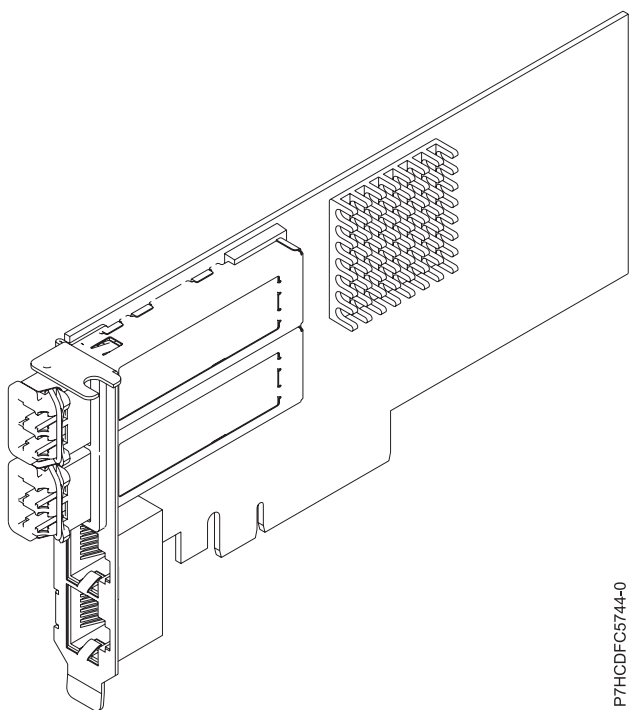

Figure 23. PCIe2 LP 2x10GbE SR 2x1GbE UTP
L'adaptateur PCIe2 LP 2x10GbE SR 2x1GbE UTP est une carte PCI Express extra-plate, de deuxième génération, 4 ports Ethernet à connexion unifiée avec une interface de bus hôte PCI Express 2.0. Cette carte est optimisée pour l'informatique en nuage, la virtualisation, le stockage et les autres applications de centre de données. Cette carte comporte deux ports Ethernet 10 gigabits et deux ports Ethernet 1 gigabit. Les deux ports émetteurs-récepteurs SR (single root) SFP+ (small form-factor pluggable) 10 gigabits sont utilisés pour la connexion avec les autres serveurs ou commutateurs du réseau. Chaque port SFP+ (SR) fournit une connectivité Ethernet avec un débit nominal de 10 Gbps (gigabits par seconde) et utilise des câbles twinax SFP+ en cuivre pouvant atteindre une longueur maximale de 5 mètres. Chaque port RJ45 fournit une connectivité Ethernet avec un débit de 1 Gbps. Les fonctions d'agrégation de liaisons et de reprise en ligne de la carte sont idéales pour les applications réseau critiques qui nécessitent redondance et haute disponibilité. La figure 23 présente la carte FC 5745.